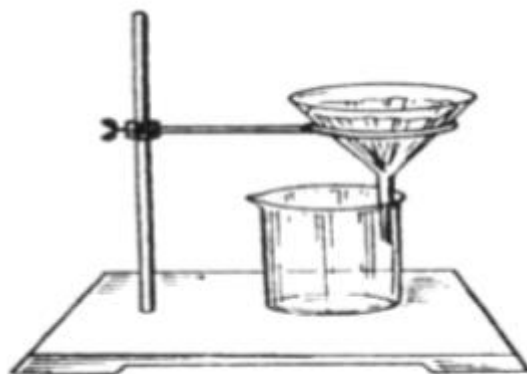

Рис. 24 – Установка для фильтрования холодных растворов через стеклянную воронку.
*Установка для фильтрования холодных растворов через стеклянную воронку* (рис. 24). На штативе крепится стеклянная воронка, под которую ставят стакан. В воронку помещают бумажный фильтр.